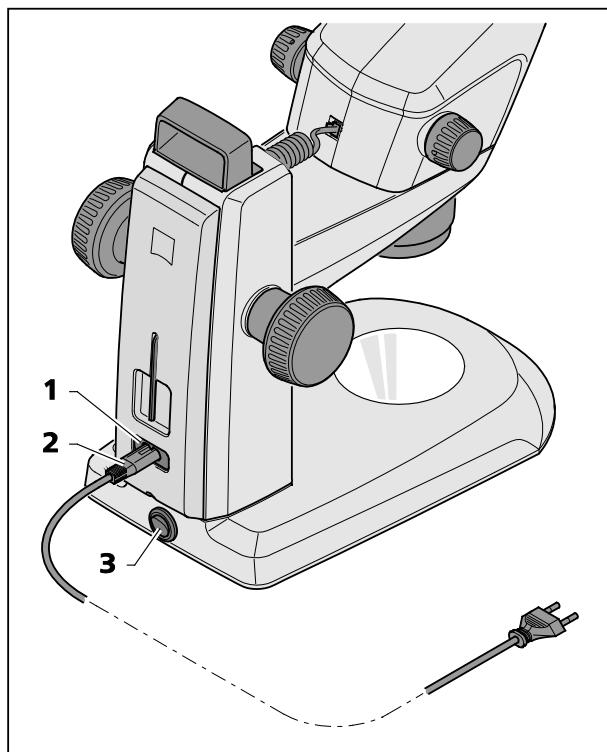

図 17 双眼実体顕微鏡の接続
- 電源ケーブル（図 17/2）を鏡注の電源ソケット（図 17/1）に差し込みます。
- 電源ケーブル（図 17/2）をコンセントに接続します。
- 双眼実体顕微鏡のオン/オフは電源スイッチ（図 17/3）で行います。